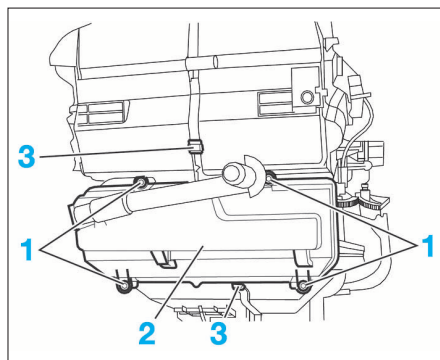

FIG. 17
- Déposer les fixations (1), le couvercle (2) puis les agrafes (3) (Fig.17).